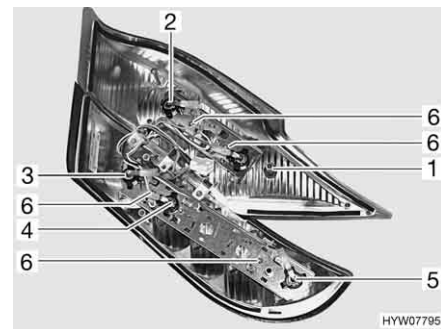

Fig. 205 Luci posteriori (lato posteriore)
- Svitare le due viti Torx (Fig. 205,6) del rispettivo listello di supporto poste sul lato posteriore dell'involucro.